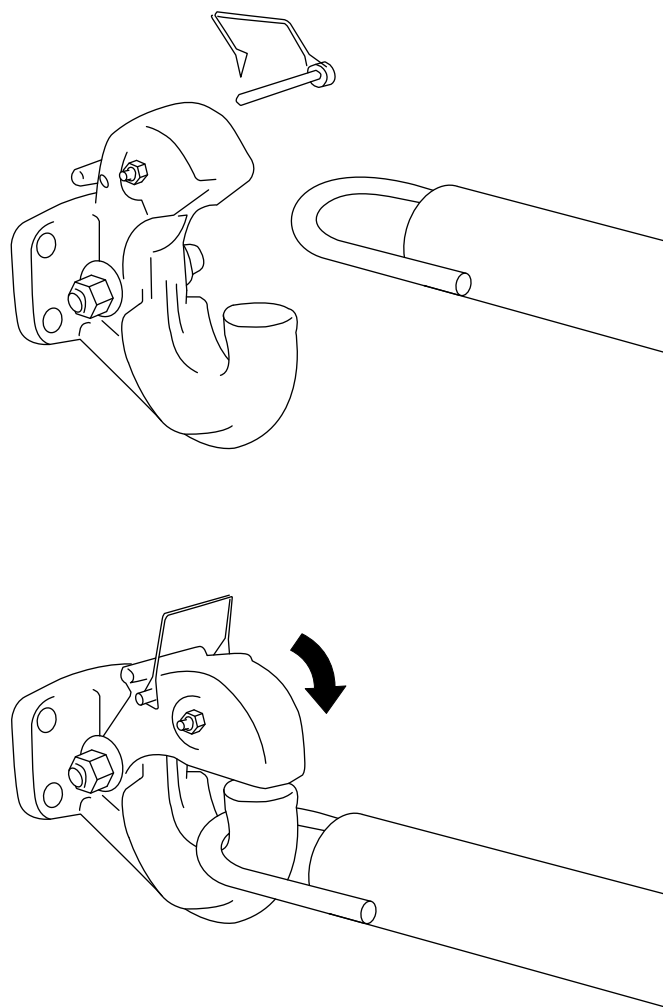

Figura 18
- Retire el pasador del gancho de arrastre y abra el gancho (Figura 18).
- Coloque la argolla de la barra de tracción sobre el gancho de arrastre (Figura 18).
- Cierre el segmento superior del gancho de arrastre y sujételo con el pasador (Figura 18).